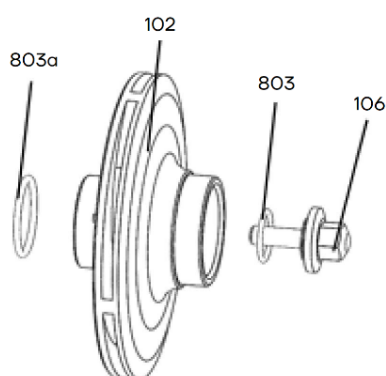

Рисунок 3
- Открутите винт (106) рабочего колеса, как показано на рисунке 2. Для этого:
- снимите винт рабочего колеса и уплотнительное кольцо (803). См. рисунок 3.